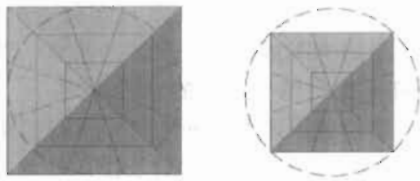

图 13-27
- 设定内接或外切的周长：指定是在半径内部还是在半径外部绘制棱锥体底面，如图 13-27 所示。